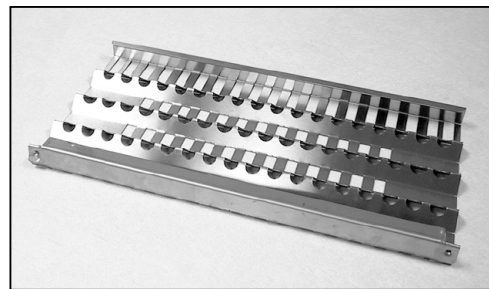

Fig. 37
1. Déballez les tiges en céramique et retirez le radiant (Fig. 37) de l'appareil.